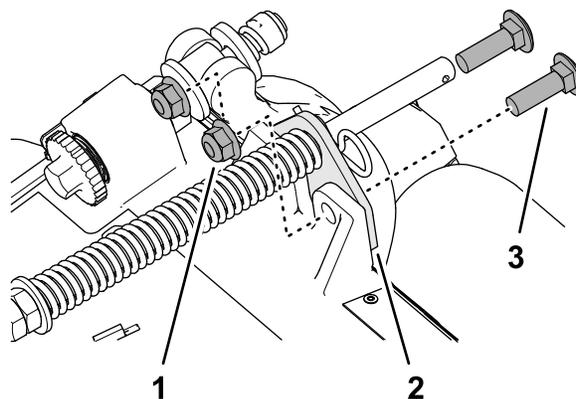

Рисунок 14
- Удалите 2 фланцевые контргайки (3/8 дюйма) и 2 каретных болта (3/8 x 1 1/4 дюйма), которые крепят кронштейн компенсатора состояния грунта к раме режущего блока (Рисунок 14).